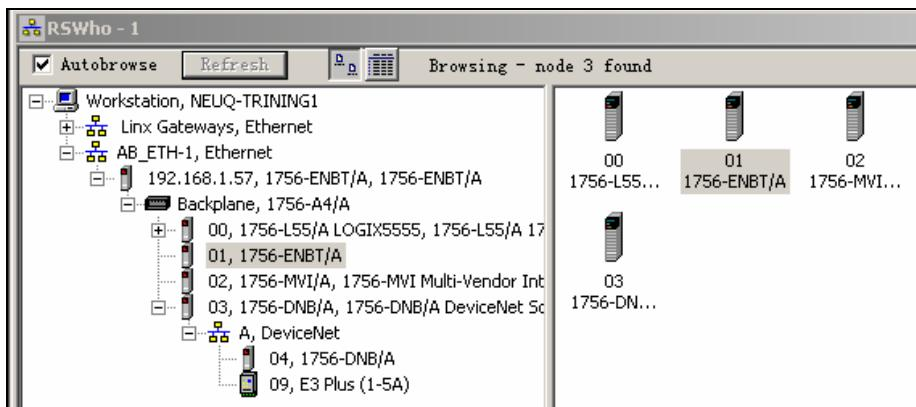

图 3-31 查看 DeviceNet 网络
9. 单击 Close 回到 RSLinx 初始界面，单击 *Communications->RSWho*，并选中右上角 Autobrowse 或单击 Refresh，如果驱动组态正常，单击该网络图标，会出现所配置好的设备的图标，用户可通过 ControlLogix 背板的“透明”网关功能，访问 DeviceNet 网络上的设备，如图 3-31 所示。